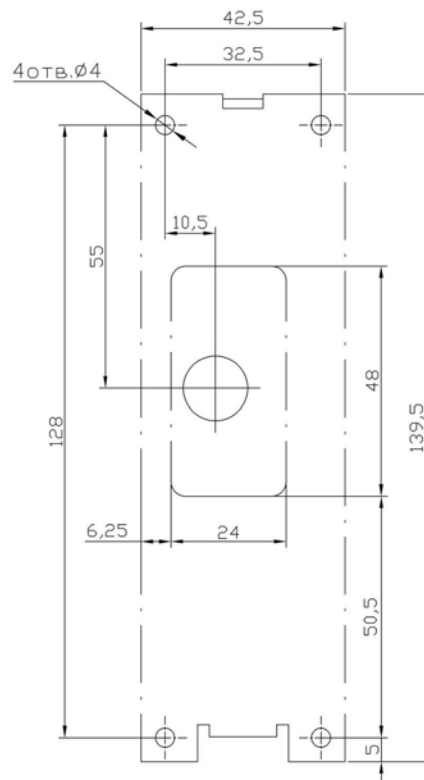

Рисунок 2 — Разметка отверстий для установки контроллера замка PERCo-CL05 (штрих-пунктиром показаны размеры металлического основания)
3. Произведите разметку и разделку отверстий на установочной поверхности для крепления металлического основания и проводки кабеля от контроллера замка PERCo-CL05 и кабеля ЛВС. Расположение отверстий для крепления и расположение места вывода кабелей указано на рис. 2.